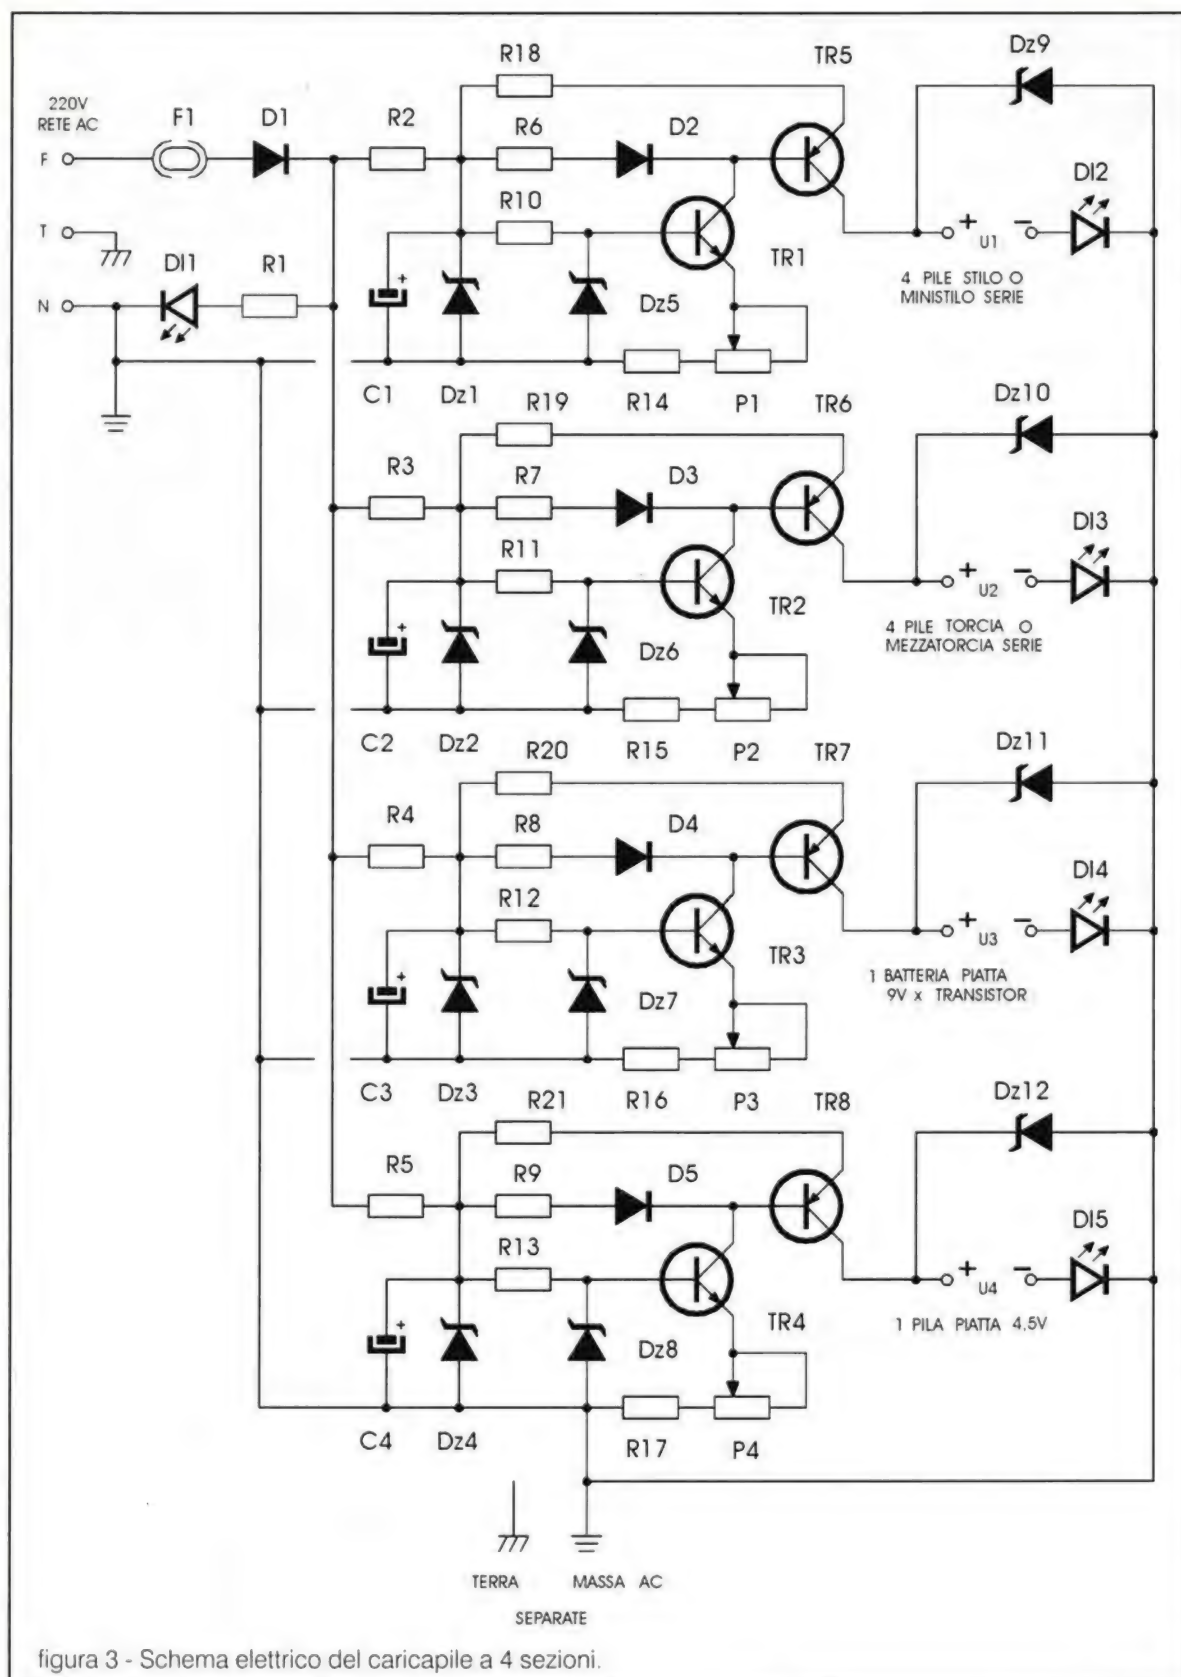

figura 3 - Schema elettrico del caricapile a 4 sezioni.
figura 3 - Vista interna del ricevitore con i blocchi di gamma asportati. Sul fondo sono ben visibili le lamine di sintonia con la scala graduata. Sul davanti si notano le due valvole e tra loro il trasformatore di accoppiamento BF (T).
Questi, fissato sulla parete di fondo è visibile nella foto di figura 3, è analogo a quello già visto sul ricevitore Crystal Junior (vedi E.F. n° 1/95 pag. 32). Qui, ovviamente, ve ne sono due, uno per parte, manovrati da due aste indipendenti.